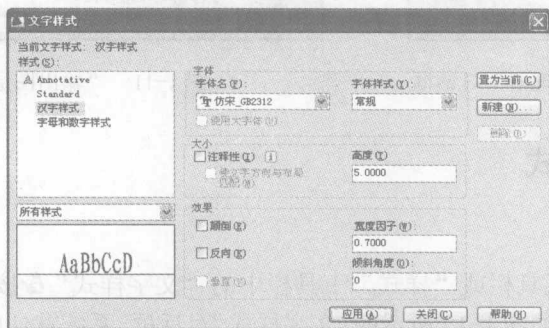

图 1-15 创建“汉样式”
5) 在“字体名”下拉列表中选择“仿宋体_GB2312”选项，保留“高度”文本框的设置 5.0000 和“宽度因子”文本框的设置 0.7000 不变，在“倾斜角度”文本框中输入“0”，如图 1-15 所示。